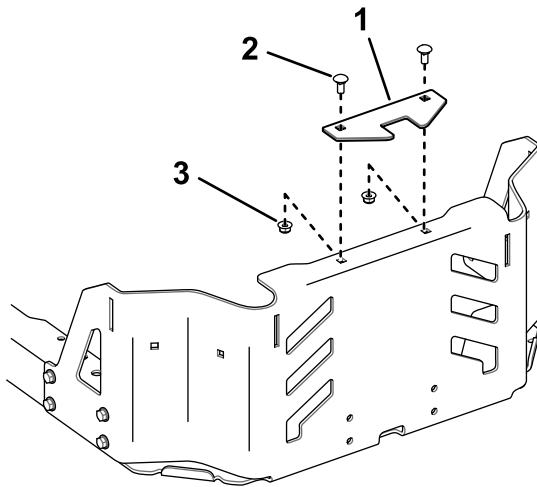

Figure 6
- Montez le support de stabilisation sur le carénage de moteur au moyen de deux boulons de carrosserie (5/16 x ¾ po) et deux contre-écrous (5/16 po), comme montré à la Figure 6.